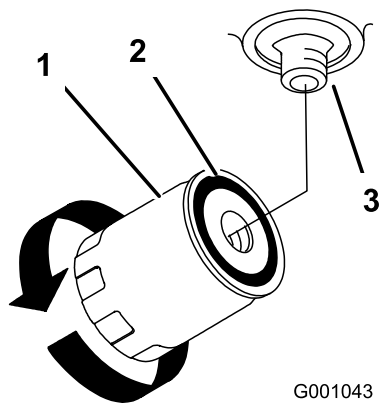

Bild 80
4. Ölen Sie die Gummidichtung am Ersatzfilter leicht mit Frischöl ein (Bild 80).
7. Füllen Sie den Hydraulikbehälter mit Hydraulikflüssigkeit, bis die Flüssigkeit über den Filter läuft. Drehen Sie den Ölfilter dann nach rechts, bis die Gummidichtung den Filteradapter berührt. Ziehen Sie den Filter dann um eine weitere halbe Umdrehung fest (Bild 80).